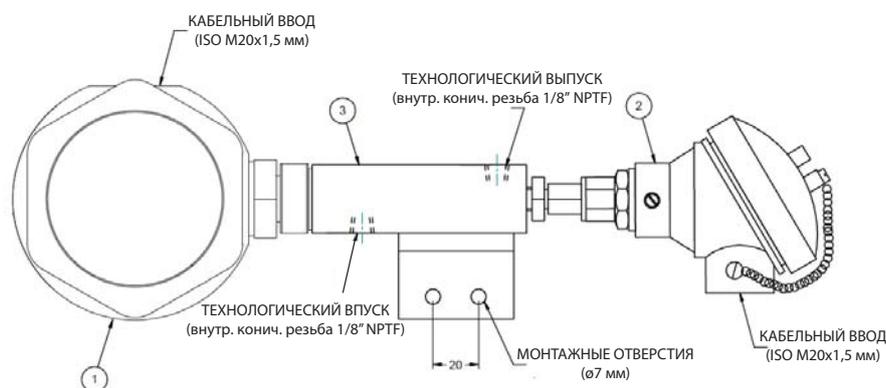

Рис. 7 Компоновка датчиков Liquidew I.S.
- c. Соединения для проб жидкости делаются посредством впускного и выпускного портов, как показано на Рис. 7. Впускные и выпускные порты – гнездовые со стандартной мелкой резьбой 1/8" NPT. Для подсоединения этих двух портов к трубам системы отбора проб 6 мм, Michell рекомендует использовать штыревые разъемы Swagelok® 6 мм - 1/8" NPT, код заказа SS-6M0-1-2. Для выполнения соединений следуйте стандартным указаниям по установке Swagelok®.